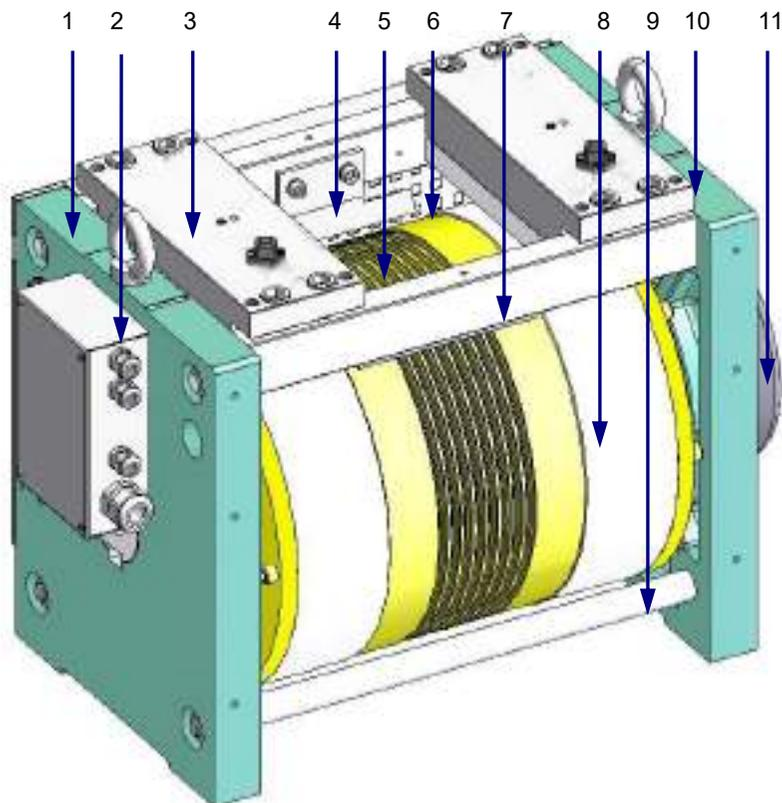

图 1 Diana 系列产品结构图
- 各系列的曳引轮直径、曳引绳直径、允许最大轴负荷及最大允许提升高度见表 1，其它性能数据及外形安装尺寸见附图 1、2 和附表 1、2。